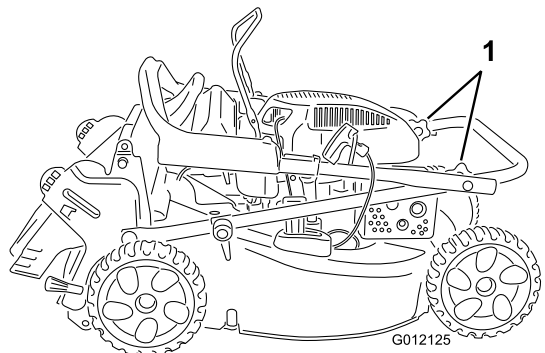

Figura 3
1. Afloje los pomos del manillar superior (Figura 3).
3. Apriete los pomos del manillar firmemente a mano (Figura 3).